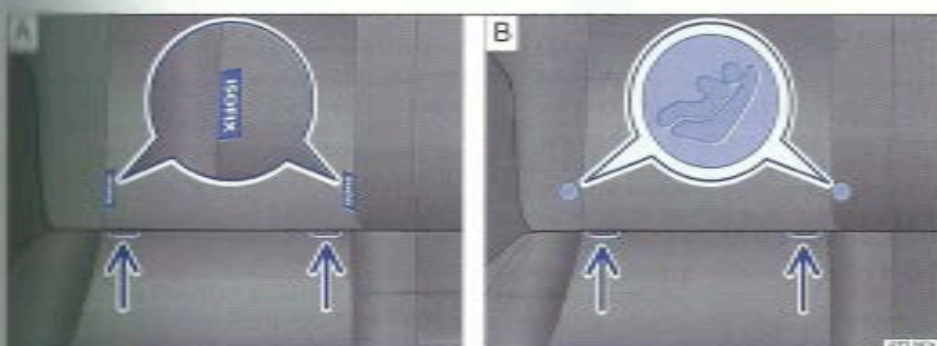

Fig. 74 Sur le siège du véhicule : variantes d'identification des points d'ancrage inférieurs des sièges pour enfants
- Lors de la dépose et de la pose, tenez compte de la notice du fabricant du siège pour enfants → ②.
- Insérez le siège pour enfants dans le sens des flèches sur les œillets de retenue → fig. 74. Le siège pour enfants doit s'enclencher de manière sûre et audible.
- Posez le siège pour enfants sur l'assise du siège et accrochez les crochets des ceintures de retenue dans les œillets de retenue → fig. 74.